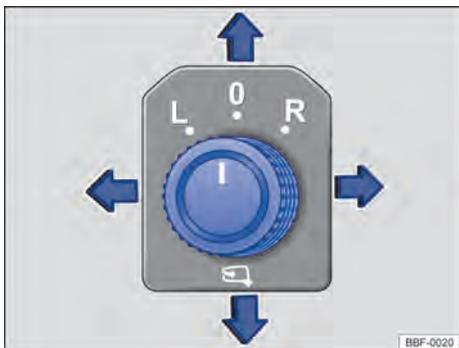

Fig. 81 Na porta do condutor: botão rotativo de ajuste dos espelhos retrovisores externos elétricos.
- Girar o botão rotativo na porta do condutor até o símbolo desejado → Fig. 81.